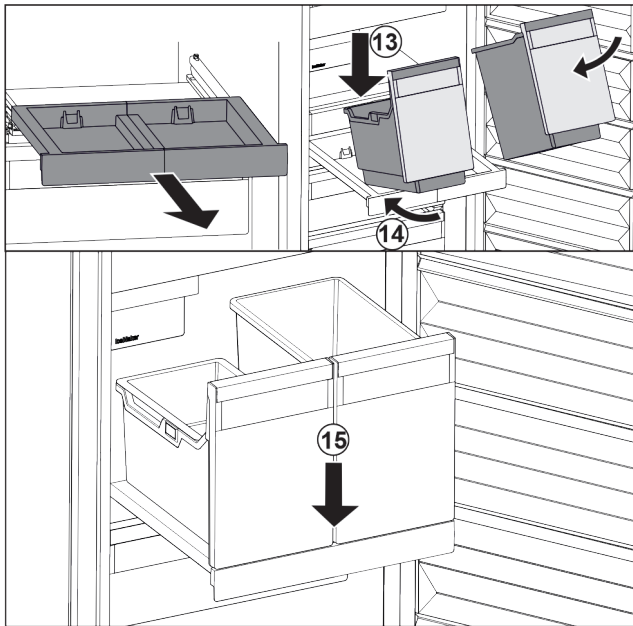

Fig. 47
- ▶ Bak schuin op het uitschuifplateau plaatsen. Fig. 47 (13)
- ▶ Bak er schuin naar achteren inschuiven. Fig. 47 (14)
- ▶ Bak aan voorzijde neerzetten. Fig. 47 (15)